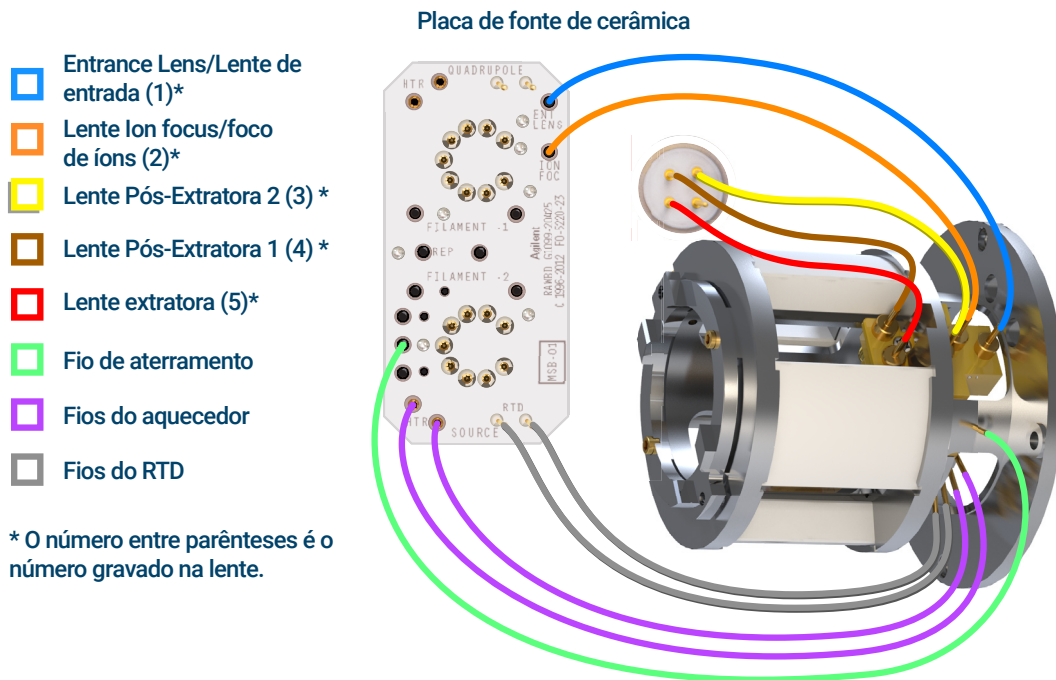

Figura 68 Fiação entre a placa da fonte de cerâmica/conector de passagem e o radiador da fonte de alta eficiência (HES) de EI
- 1 Use pinças ou alicates de ponta agulha para conectar/desconectar o fio aterrado na cor verde e os cinco fios da lente do radiador. Não dobre os fios além do necessário. (Consulte **Figura 68.**)